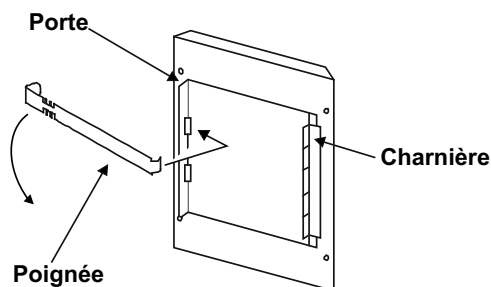

Figure 7.1 Assemblage du registre et poignée
- Placez la charnière de porte vers l'arrière de l'appareil (voir la figure 7.1).